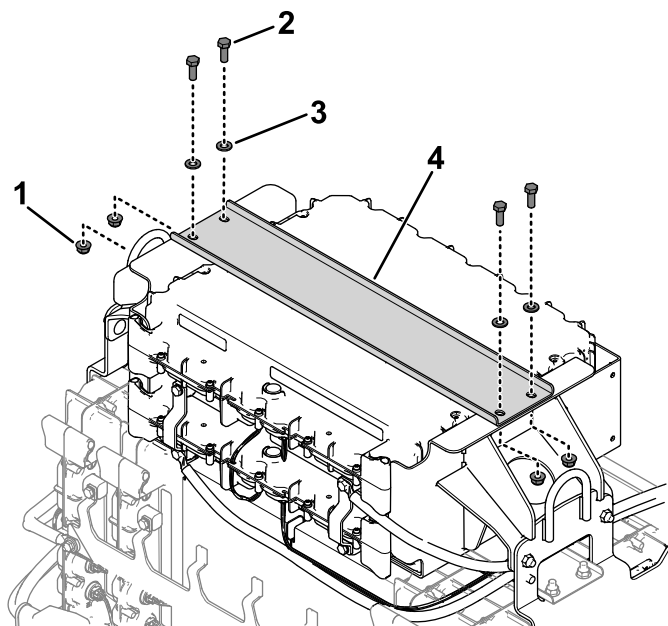

図 12
8. 4本のキャリッジ ボルト (5/16")、4個のワッシャー (5/16") と4個の六角フランジ ナットを使って、バッテリーカバーをバッテリートレイに固定する (図 12)。